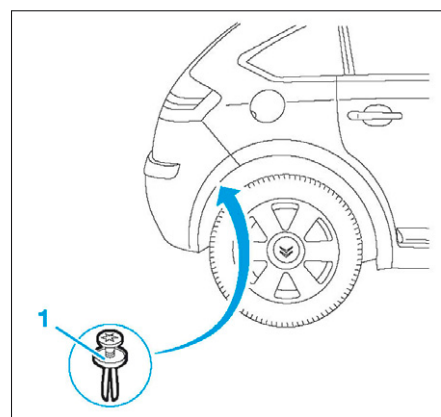
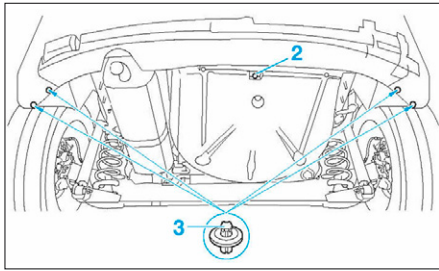

FIG. 76
FIG. 77
- Déposer les agrafes de fixation (1) (Fig.76) et (3) (Fig.77).
- Desserrer l'écrou (2) (Fig.77).